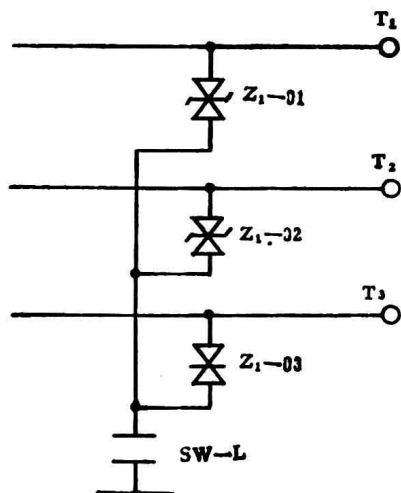

图14 过电压保护电路
(3) 保护电路:
a. 防止过电压保护装置 (见图14)：在高压变压器初级 T_1 、 T_2 、 T_3 与地之间加三组对接稳压二极管，其效果相当一个齐纳二极管，其公用端与地之间还加上一组电源继电器SW-L常开接点，在接通电源时过载保护装置才被接入电路中，以防止高压初级电压过高。